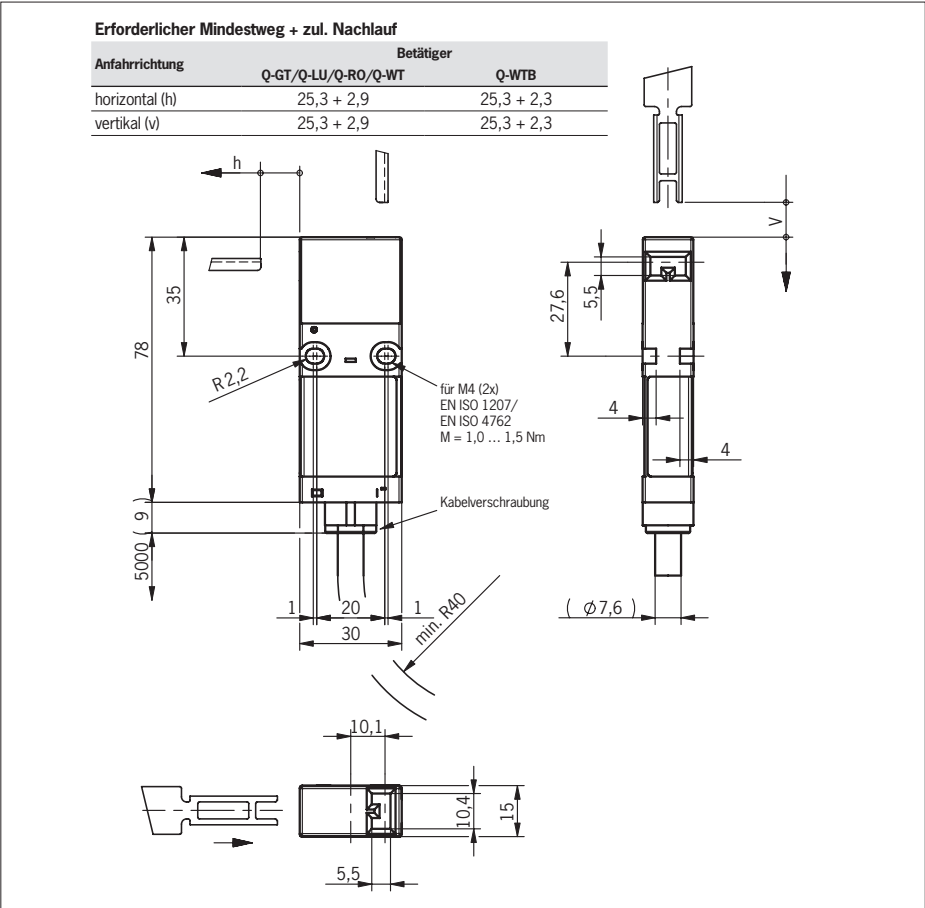

Bild 2: Maßzeichnung NQ..VZ
- ▶ Schäden am Gerät durch ungeeigneten Betätiger. Achten Sie darauf den richtigen Betätiger auszuwählen (siehe Tabelle in Bild 2).